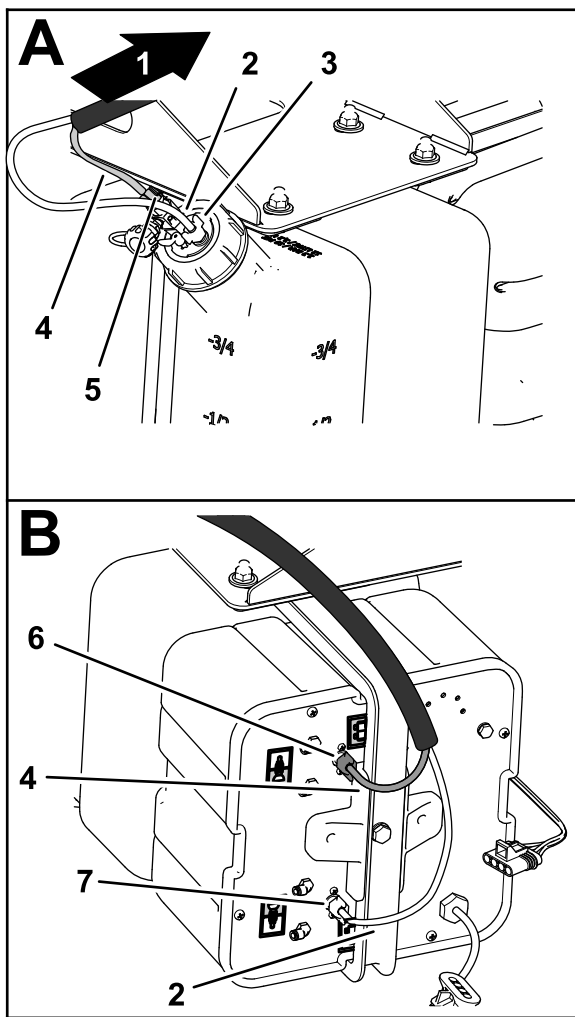

Figura 3
- Remova a porca de compressão branca e monte-a no tubo transparente (Figura 3).
- Monte o tubo transparente e a porca de compressão branca na união do lado do compressor e aperte a porca de compressão branca à mão (Figura 3).
- Remova a porca de compressão azul da união no lado do compressor (Figura 3).
- Monte o tubo azul e a porca de compressão azul na união do lado do compressor e aperte a porca de compressão azul à mão (Figura 3).